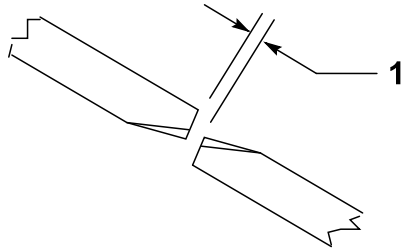

Figura 31
Para asegurar la operación correcta de la unidad de corte, debe haber una separación de entre 10 y 16 mm entre los extremos de las cuchillas de las carcasas de corte laterales y central (Figura 31).
2. Gire una cuchilla central y una cuchilla lateral de manera que las puntas estén alineadas. Mida la distancia entre los extremos de las cuchillas (Figura 31).